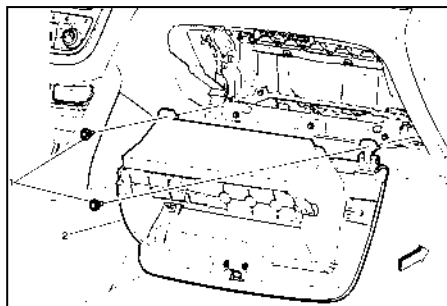

Fig. 15
2. Détachez l'amortisseur de maintien de l'ensemble de la boîte à gants (voir Fig. 15).